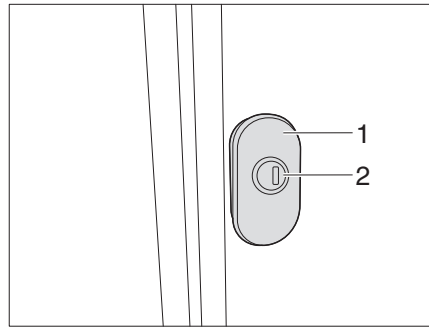

Fig. 56 Cerradura tensora giratoria (variante 1)
- Introducir la llave en el cilindro de cierre (Fig. 56/57,1) y girarla un cuarto de vuelta. Se desbloqueó la cerradura de la trampa.
- Tirar de la cerradura tensora giratoria (Fig. 56/57,2) y girarla 180° en sentido contrario a las agujas del reloj. La trampa exterior está abierta.